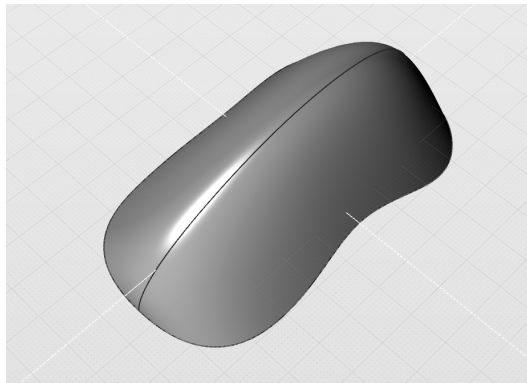

图 5-175 放样曲面
3) 使用“放样”工具对这 4 条曲线做放样曲面。观察放样结果，如图 5-175 所示，曲面造型并不饱满，与期望中的鼠标造型相差甚远。因此，考虑增加剖面/轨迹曲线，以调整放样曲面。